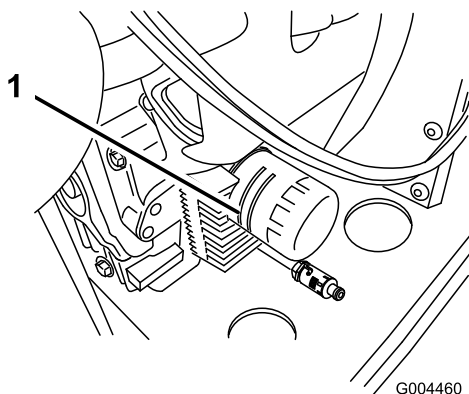

Figure 31
2. Déposez le filtre à huile usagé et essuyez la surface du joint de l'adaptateur (Figure 31).